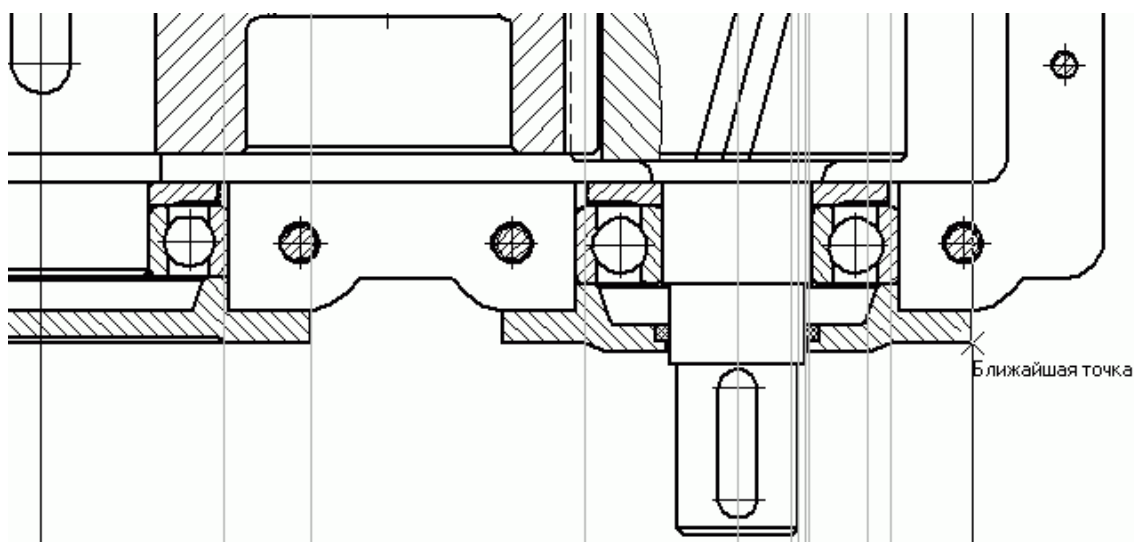

Рис. 2.102. Размещение вертикальных вспомогательных прямых
3. При помощи команды Вертикальная прямая постройте несколько вспомогательных прямых, привязываясь к характерным точкам или объектам вида сверху. Вспомогательные прямые должны проходить через линию зацепления, характерные точки глухой крышки ведомого и сквозной крышки ведущего валов, а также через ступени части ведущего вала, выходящей из редуктора (рис. 2.102).